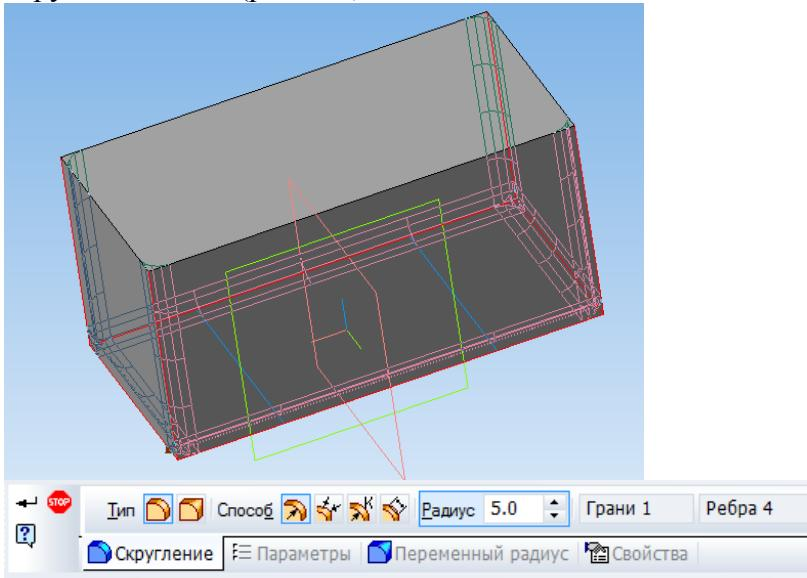

Рис. 2.6. Операция скругления
4. Необходимо скруглить ребра у дна и четыре вертикальных. Для этого их надо выбрать в группу щелкая левой кнопкой мыши поочередно с нажатой кнопкой ***Ctrl***. Затем выбрать кнопку ***Скругление*** и в панели свойств задать радиус скругления 5 мм (рис. 2.6).